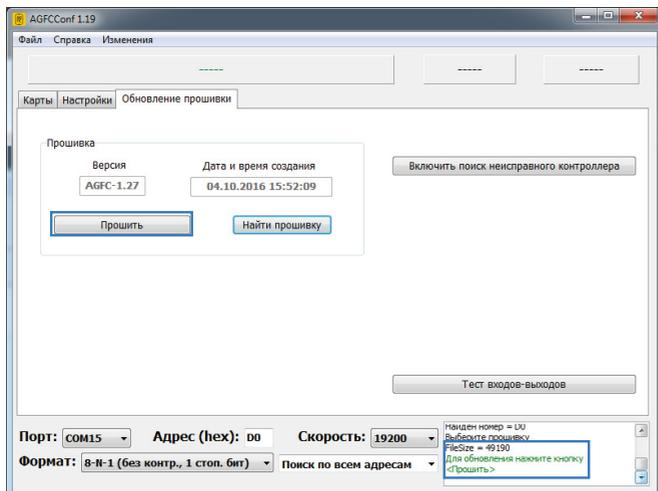

Рис.25. Чтение файла прошивки.
5. Далее выбрать файл прошивки, нажав кнопку «Найти прошивку». Файл прошивки должен иметь формат .egaw. После выбора файла на вкладке отобразится информация об этом файле: версия, дата и время создания (Рис.25).